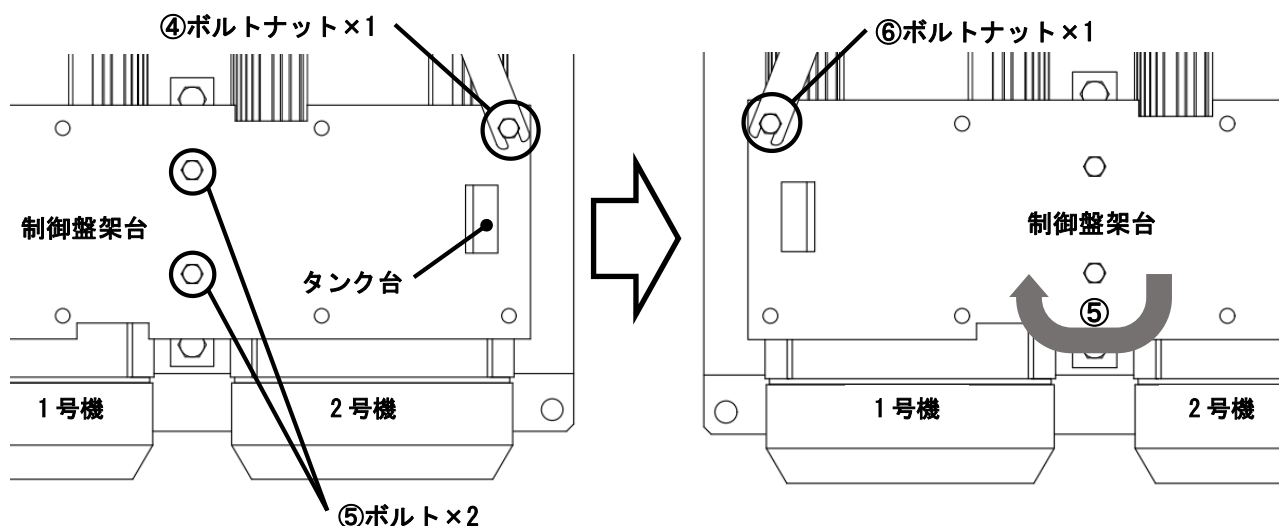

図8 制御盤正面(工場出荷時)の場合
- ④ 制御盤架台の2号機側についているボルトナットを外します。(図8参照)
- ⑤ 制御盤架台上面のボルト2つを外し、ユニットから制御盤架台を取り外します。
- ⑥ ④で外したボルトナットをステーとともに1号機側につけます。(図8参照)